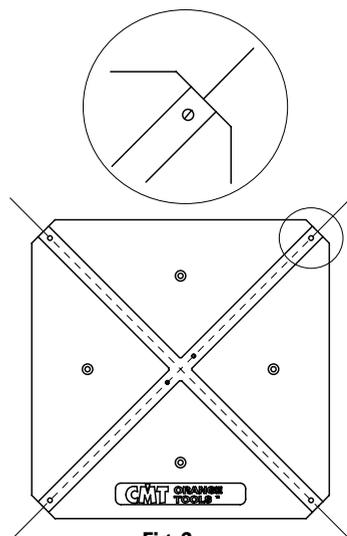
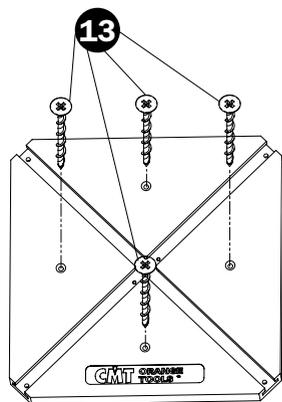

Fig. 3
Fig. 4
(Fig. 4) Fixer la structure en plastique (1) sur la pièce au moyen des vis à bois (13) ou de ruban adhésif double-face, de telle sorte que les rainures de la structure en plastique (1) correspondent parfaitement aux axes précédemment marqués (Fig. 3).
**(Fig. 4)** Fixer la structure en plastique (1) sur la pièce avec le vis à bois (13) ou de ruban adhésif double-face, de telle sorte que les rainures de la structure en plastique (1) correspondent parfaitement aux axes précédemment marqués **(Fig. 3)**.